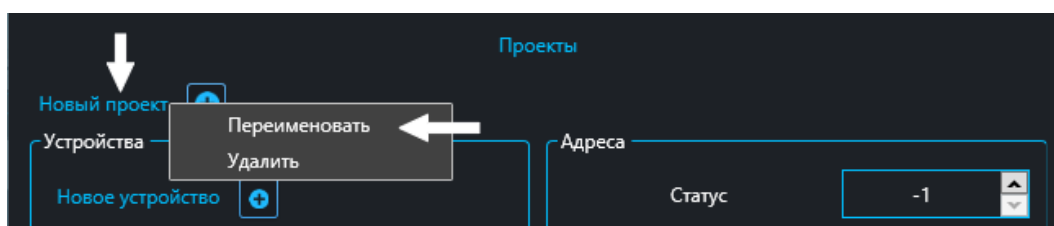

Рис. 64
3. При необходимости переименовать проект нажатием правой кнопкой “мыши” на “Новый проект” -> “Переименовать” (Рис. 64).